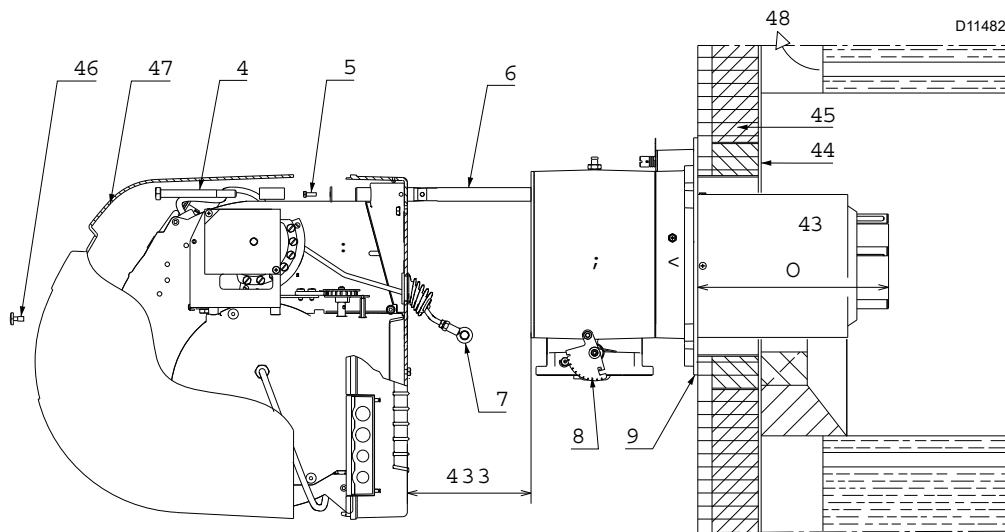
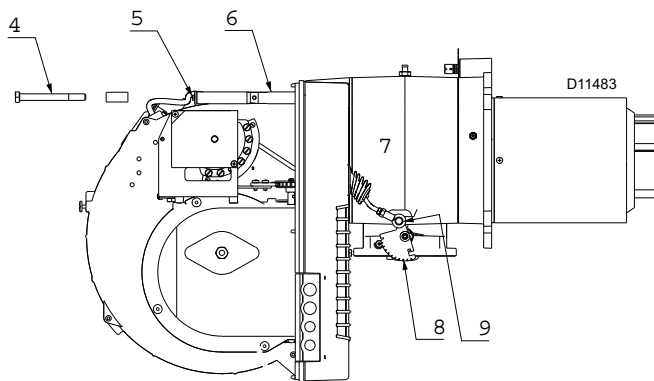

Abb. 10
Abb. 15
Für Heizkessel mit vorderem Abgasumlauf 1) (Abb. 10) oder mit Flammenumkehrkammer muss eine Schutzschicht aus feuerfestem Material 5), zwischen feuerfestem Material des Kessels 2) und Flammrohr 4) ausgeführt werden.
Trennen Sie dann den Flammkopf vom übrigen Teil des Brenners, (Abb. 10).
- Befestigen Sie den Flansch 9) (Abb. 10) an der Platte des Heizkessels und legen die zur Ausstattung gehörende Isolierdichtung 6) dazwischen (Abb. 10).
Wenn die Einstellung des Kopfes beendet ist, den Brenner auf den Führungen 3)(Abb. 15) etwa 100 mm von der Muffe 4) wieder montieren - Brenner in der abgebildeten Position Abb. 10 auf Seite 14.
- Fügen Sie das Kabel des Fühlers und der Elektrode ein und verschieben Sie den Brenner bis zur Muffe, so dass er sich in der von (Abb. 15) gezeigten Position befindet.